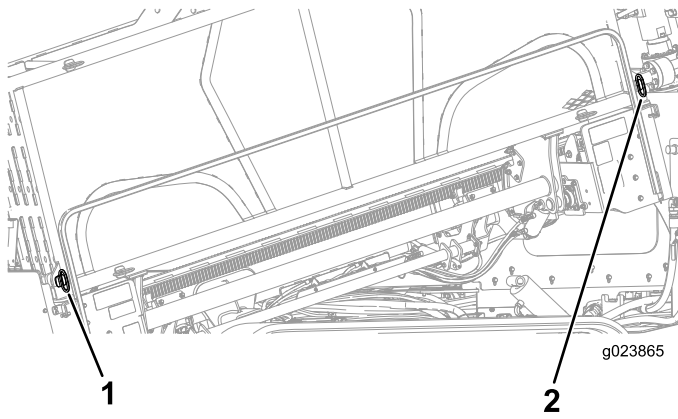

Figura 92
2. Retire os pinos inferiores externos do porta-hastes (Figura 92).